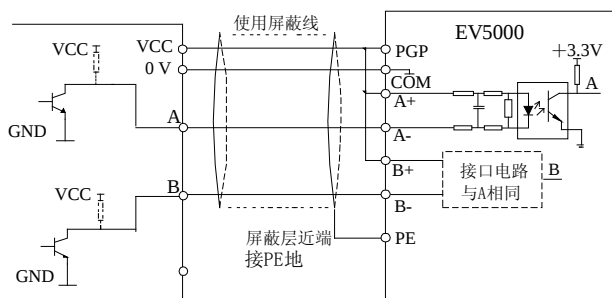

图4-31 集电极开路信号 PG 接线示意图
1. PG 输出信号为集电极开路信号，与接口板端子的连接如图 4-31 所示 (图中虚线部分为电压型输出编码器)。